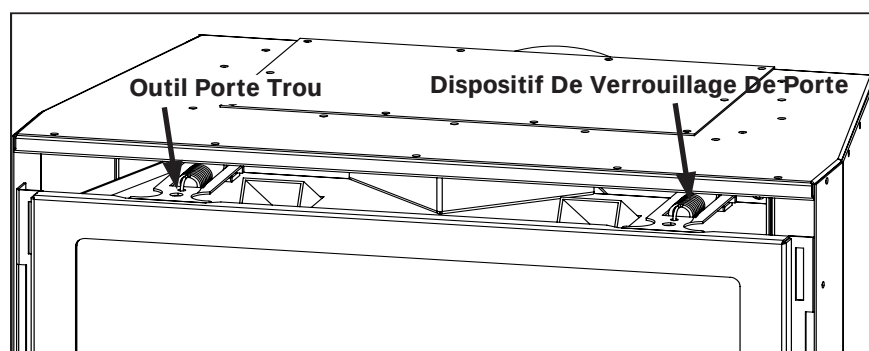
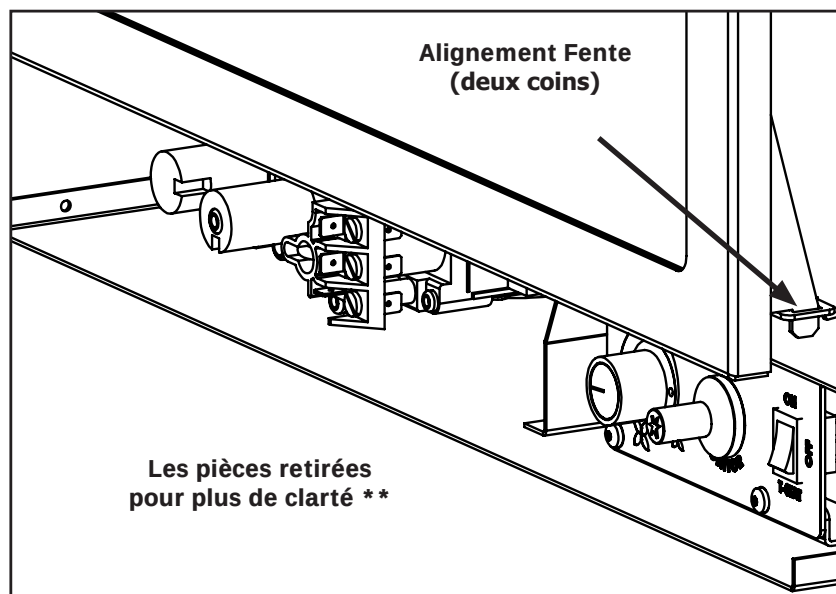

Figure 17. Haut verrous pour portes en verre
Figure 18. Slots d'alignement bas pour la porte en verre.
Pour installer l'ensemble du journal, et pour le nettoyage régulier, la porte vitrée doit être retirée. Il ya deux (2) porte mécanismes de verrouillage sur le dessus de la porte en verre comme le montre la figure 17. Chaque verrouillage a un trou à l'avant d'utiliser l'outil de la porte, fourni avec l'appareil, pour tirer les mécanismes en ligne droite et vers le haut. Lorsque les meilleurs verrous sont décrochés, penchez la porte avant, puis soulevez-le hors des fentes d'alignement dans les coins inférieurs de la chambre de combustion, de la figure 18.
Étape 2: Mettez les pièces retirées autour comme le montre la figure 18 et réinstaller tous les 28 vis. Pour installer correctement la plaque de base à maintenir l'encoche de positionnement de chaque côté en bas. A noter également le robinet d'échappement utilise un ensemble de trous inférieurs lorsque la configuration d'évent arrière.